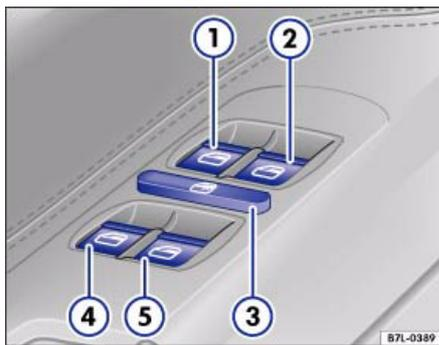

Abb. 39 Ausschnitt aus Fahrertür: Bedienelemente für die Fenster
- Drücken Sie die Taste (Abb. 39), um das jeweilige Fenster zu öffnen.
- Ziehen Sie die Taste (Abb. 39), um das jeweilige Fenster zu schließen .
Die Tasten ⇒ Seite 61, Abb. 39 ① und ② haben zwei Stufen zum Öffnen und zwei zum Schließen des Fensters. Dadurch ist es einfacher, die Öffnungs- und Schließvorgänge zu kontrollieren.